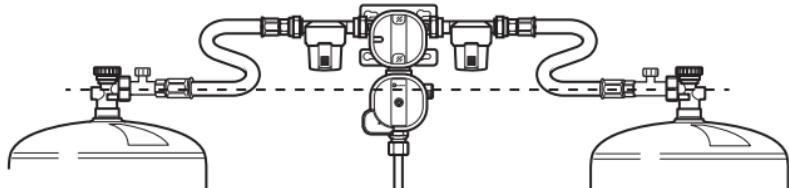

Abb. 11
- ▶ Beim Flaschenwechsel sicherstellen, dass die Hochdruck-Schlüsse vom Eingangsanschluss des Gasdruckreglers immer ein konstantes Gefälle zu den Gasflaschen aufweisen (Abb. 11).